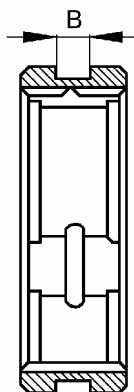

Рис.15.
4.2.15 Муфта 2108-1701116-10, 2108-1701175-10, 2110-1701175 скользящая синхронизатора, рис.15